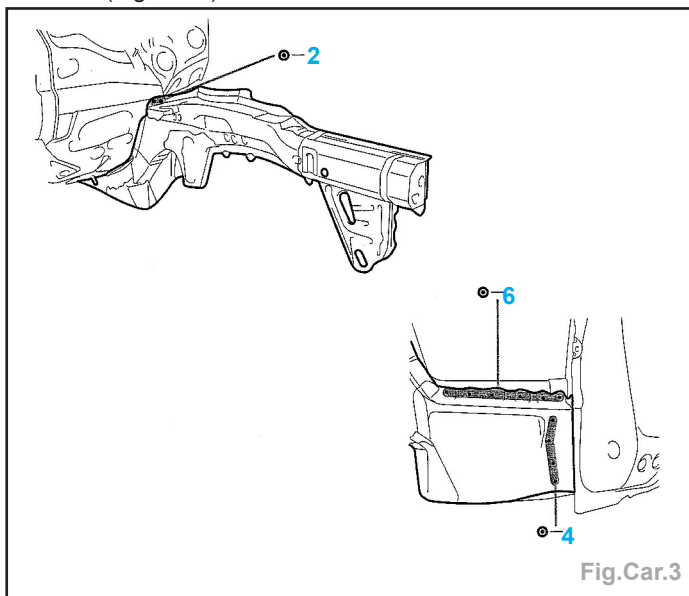

Fig.Car.3
- Fraiser et meuler les points de soudure dans le compartiment moteur (Fig.Car.3).